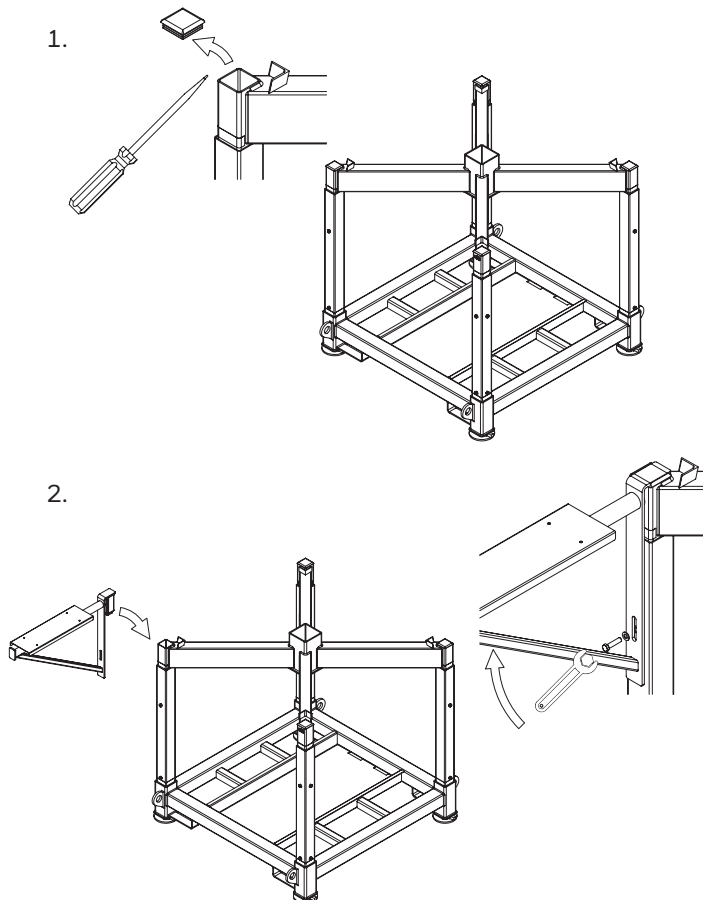

Figure 31. Monter le support fixe 8890 sur le système de chargement 8800 MkII
13.1. Monter le support fixe 8890 sur le système de chargement 8800 MkII en deux étapes faciles, voir la figure 31: